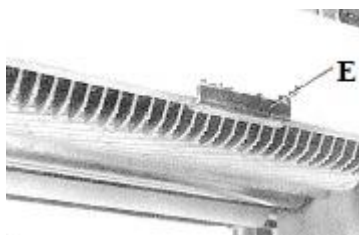

Рис. 17 Ограничитель глубины резки
Максимальная глубина резки при строгании материала шириной более 152 мм (6 дюймов) составляет 48 мм (3/16"), если заготовка проходит через строгальный станок с одной или другой стороны фрезерной головки. Ограничитель (E), Рис. 17, предназначен для ограничения глубины резки до 32 мм (1/8") на материале шириной более 6 дюймов.